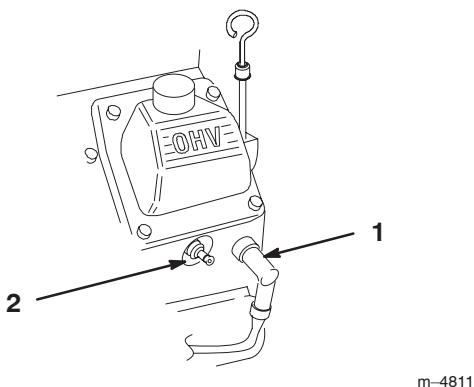

Figure 48
- Débranchez les fils des bougies (Fig. 48). Nettoyez la surface autour des bougies pour éviter que des impuretés n'endommagent le moteur en tombant à l'intérieur.
- Connectez les fils aux bougies (Fig. 48).